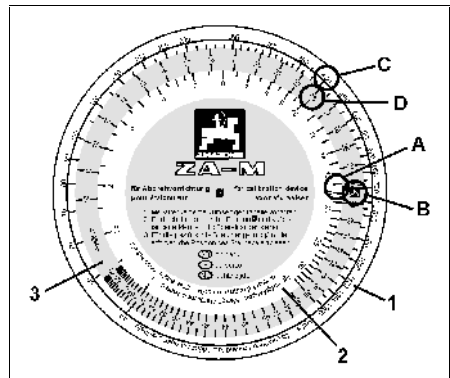

Fig. 37
- Rechenscheibe für die Abdehvorrichtung zur Hand nehmen. Auf Skala (Fig. 37/2) für aufgefangene Menge [kg] Zahlenwert "17,5" (Fig. 37/A) aufsuchen und mit Position "K"(Fig. 37/B) der farbigen Skala (Fig. 37/3) übereinanderstellen.
- Gewünschte Streumenge (400 kg/ha) (Fig. 37/C) auf der Skala für die Streumenge (Fig. 37/1) aufsuchen und erforderliche Schieberstellung (Position) "23" (Fig. 37/D) ablesen.